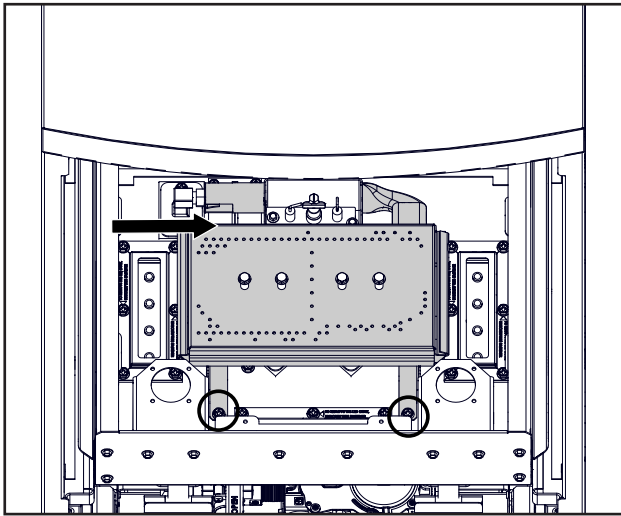

fig.3
- ☐ 6. Retirez les 2 vis maintenant le brûleur en place, conservez les vis pour la réinstallation. Faites glisser le brûleur vers la droite, hors du registre d'air, puis soulevez-le de l'appareil (fig. 3).